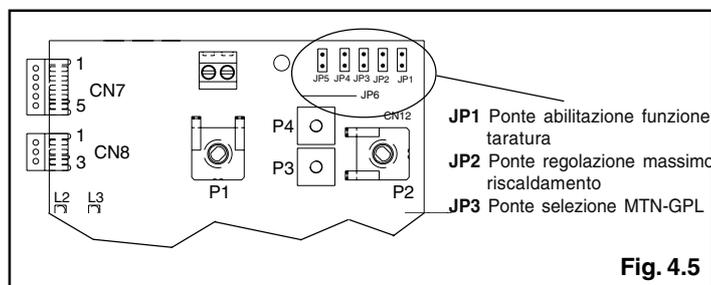

Fig. 4.5
La funzione "regolazione elettrica" viene attivata e disattivata esclusivamente dal jumper (JP1) (fig. 4.5).
- inserire il jumper JP1 (fig. 4.5) per abilitare le manopole poste sul pannel-
- inserire il jumper JP2 (fig. 4.5)
- sulla scheda di controllo (fig. 4.5):